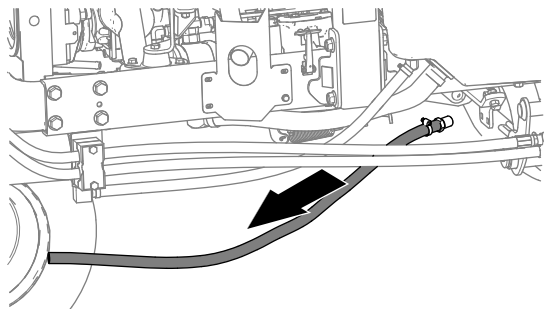

Figura 46
2. Rimuovete il flessibile di ritorno del refrigeratore dell'olio dalla macchina (Figura 46).